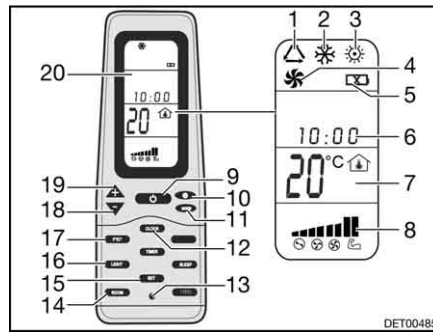

Bild 141 Fernbedienung
- Die Taste ON/OFF (Bild 141,9) drücken.
- Die Taste "Mode" (Bild 141,11) so oft drücken, bis die gewünschte Betriebsart (Bild 141,1, 2, 3 oder 4) auf dem Display (Bild 141,20) angezeigt wird.
- Mit den Tasten "+" (Bild 141,19) und "-" (Bild 141,18) die gewünschte Temperatur einstellen.
- Mit der Taste Lüftergeschwindigkeit (Bild 141,10) die gewünschte Lüfterstufe wählen.